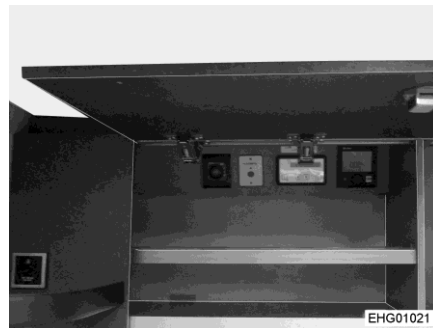

Fig. 133 Porte-fusibles sur les véhicules avec conduite à droite (Ford)
- Changer le fusible sur le porte-fusibles (Fig. 133).